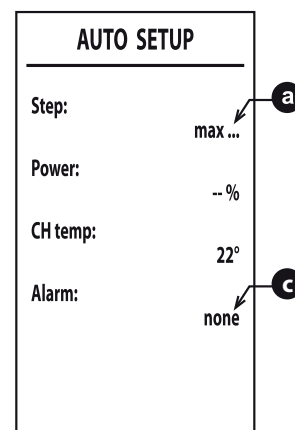

fig. 45 -
6. După aprindere, arzătorul este reglat la diferitele puteri (max, med, min) indicate prin punctul  („fig. 45 -”).
8. În cazul în care secvența de aprindere descrisă la punctul "6" nu reușește, apare mesajul max_err la punctul  și un cod de eroare la punctul  („fig. 45 -”).